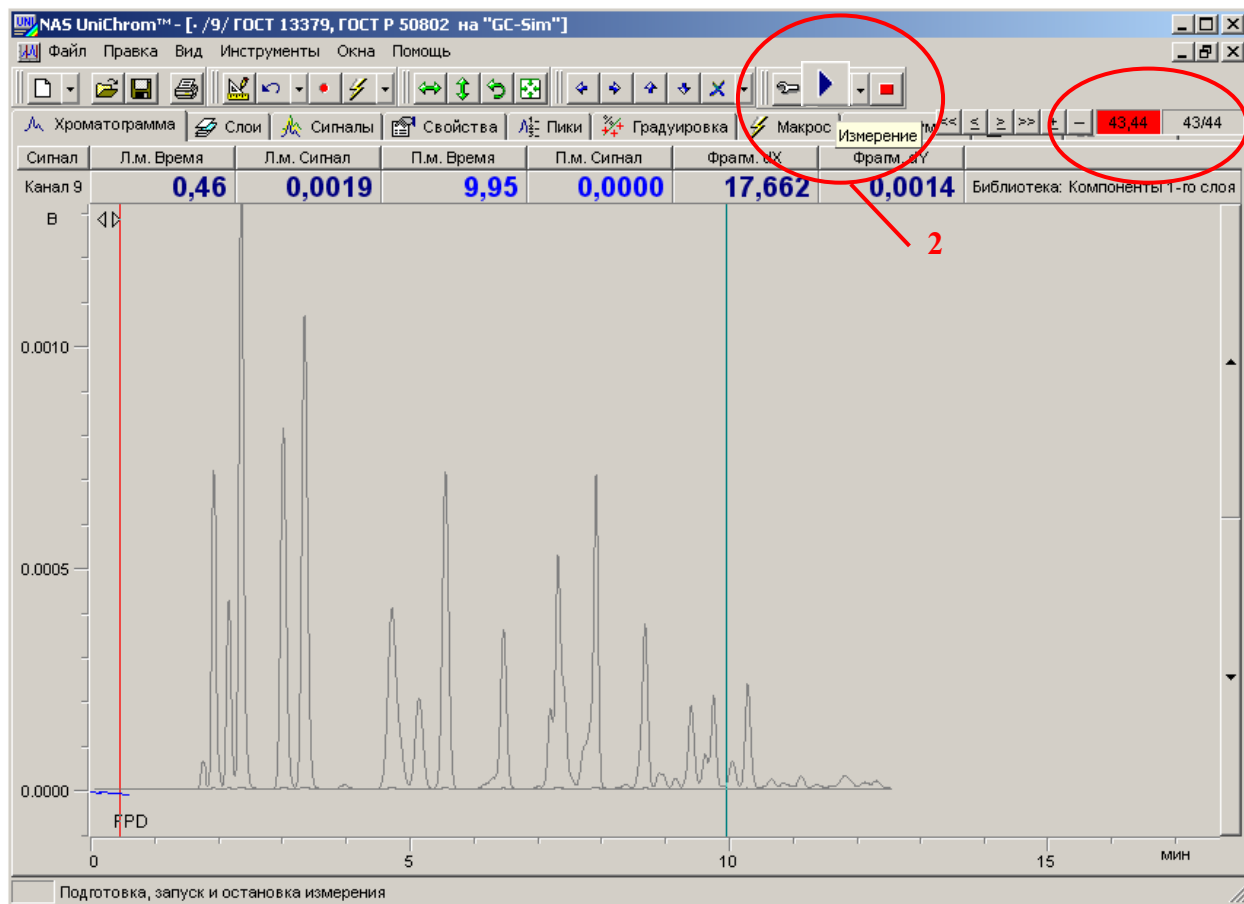

Рис. 75. Подготовка к измерению
- Подведите курсор мыши к кнопке «Измерение» (см. Рис. 75);